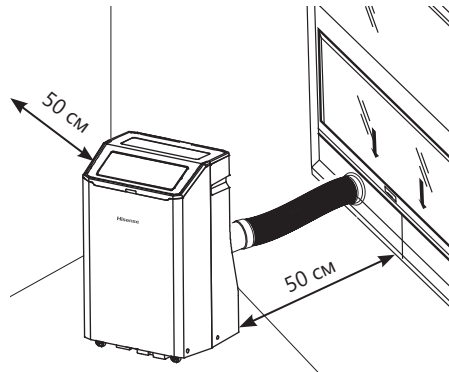

Рис. 2
- Для эффективной работы прибора соблюдайте свободное расстояние 50 см от стенок прибора (см. Рис. 2).